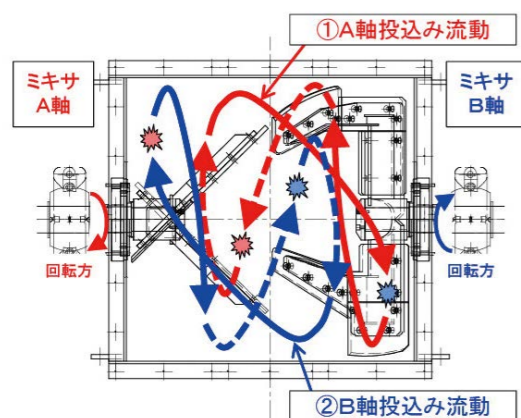

図6 ダブル切り返し流動
・図6①はA軸の羽根が上部でB軸側へ投げ込むパターン(A軸投げ込み流動) 図6②はB軸の羽根が上部でA軸側へ投げ込むパターン(B軸投げ込み流動)
- ・両方共、図6の星着色部で反対側の羽根により流れが逆方向に切り返され、この切り返し部で混合拡散が促進されます。